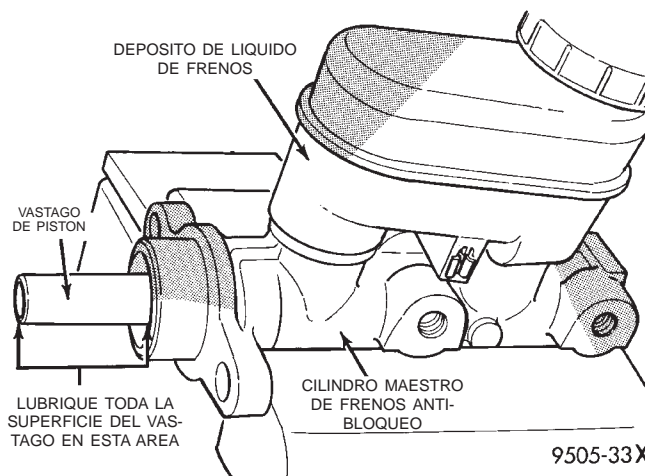

Fig. 122 Lubricación del vástago de pistón del cilindro maestro
(7) Lubrique el vástago de pistón del cilindro maestro como se indica en (Fig. 122). Utilice únicamente **Grasa dieléctrica Mopar—y no sustitutos.** Para obtener el lubricante requerido, consulte el catálogo de productos químicos Mopar.